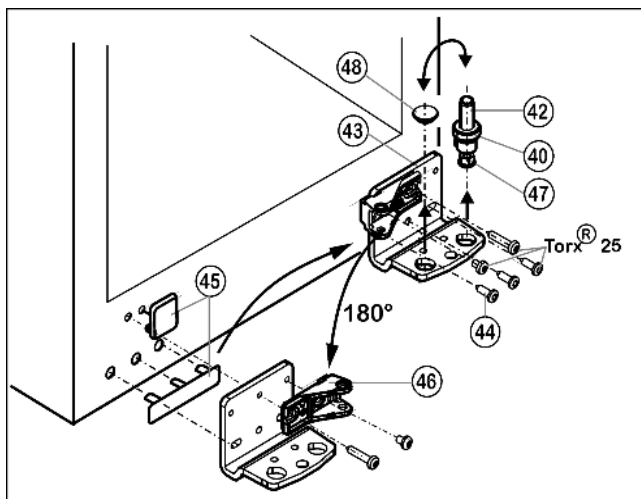

Fig. 9
- ▶ Извлеките опорный винт Fig. 9 (42) в комплекте с шайбой Fig. 9 (40) и регулируемой опорой Fig. 9 (47), вытягивая его вверх.
- ▶ Снимите пробку Fig. 9 (48).
- ▶ Открутите Fig. 9 (43) опорный кронштейн Fig. 9 (44).
- ▶ Осторожно снимите и переставьте на противоположную сторону крышки со стороны ручки Fig. 9 (45).
- ▶ Снова прикрутите нижний опорный кронштейн Fig. 9 (43) на новой стороне шарнира (с моментом 4 Нм). При необходимости используйте аккумуляторный шуруповерт.
- ▶ Открутите опорную деталь Fig. 9 (46) и снова прикрутите внутри с поворотом на 180°, закрутив длинные винты в удлиненные отверстия.
- ▶ Переставьте пробку Fig. 9 (48) в свободное отверстие.
- ▶ Вновь установите опорный винт Fig. 9 (42) с шайбой и регулируемой опорой. При этом фиксатор должен быть направлен назад.
- ▶ Установите дверцу сверху на нижний опорный палец Fig. 9 (42).
- При необходимости выровняйте дверцы через продольные пазы в нижнем опорном кронштейне Fig. 9 (43) параллельно корпусу устройства. Для этого выкрутите средний винт.